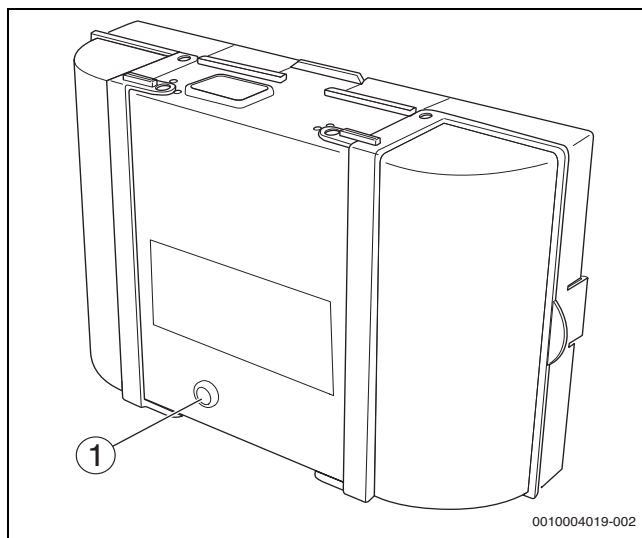

Bild 14 Störungen am Feuerungsautomaten zurücksetzen
- Reset-Taste am Feuerungsautomaten drücken (→Bild 14). Die Störung wird nicht mehr im Display angezeigt.